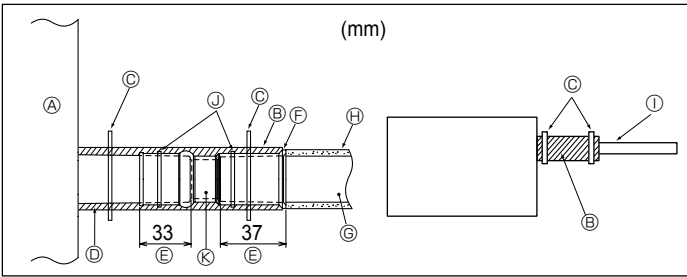

Fig. 3-5
1. Raccorder la prise d'écoulement (fourni avec l'appareil) au port de drainage. (Fig. 3-5) (Apposer le tube à l'aide de ruban adhésif en PVC puis le fixer avec une sangle.)
[Fig.3-5]